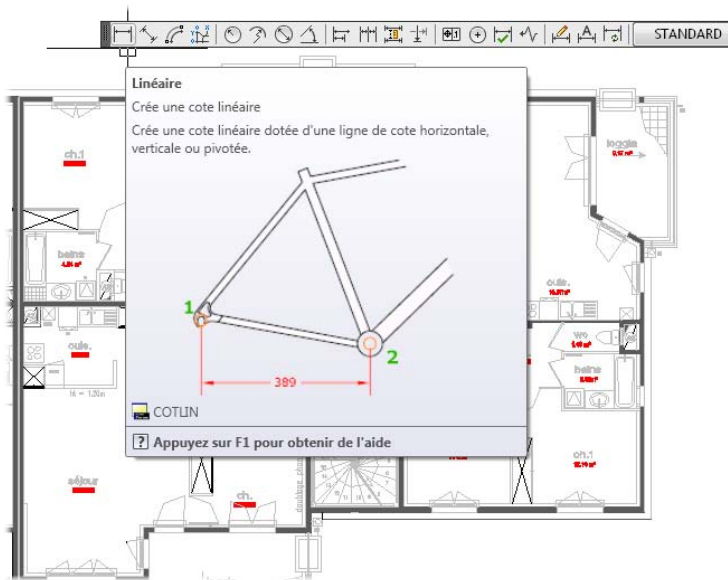

Figure 5.46
1. Sélectionnez l'outil Cotation linéaire (voir Figure 5.46).